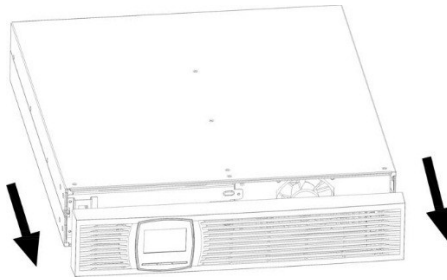

Figura 21: Rimozione del pannello frontale
1. Rimuovere il pannello frontale (cfr. Figura 21). Tirandolo in avanti.